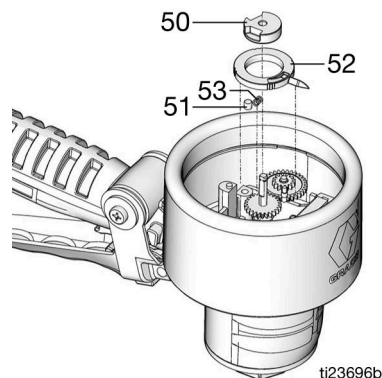

FIG. 16
4. Servirsi di una chiave esagonale per rimuovere la vite di regolazione del tappo. Rimuovere il tappo (50), il perno (51), la molla (53) e il puntatore inferiore (52) (FIG. 16).